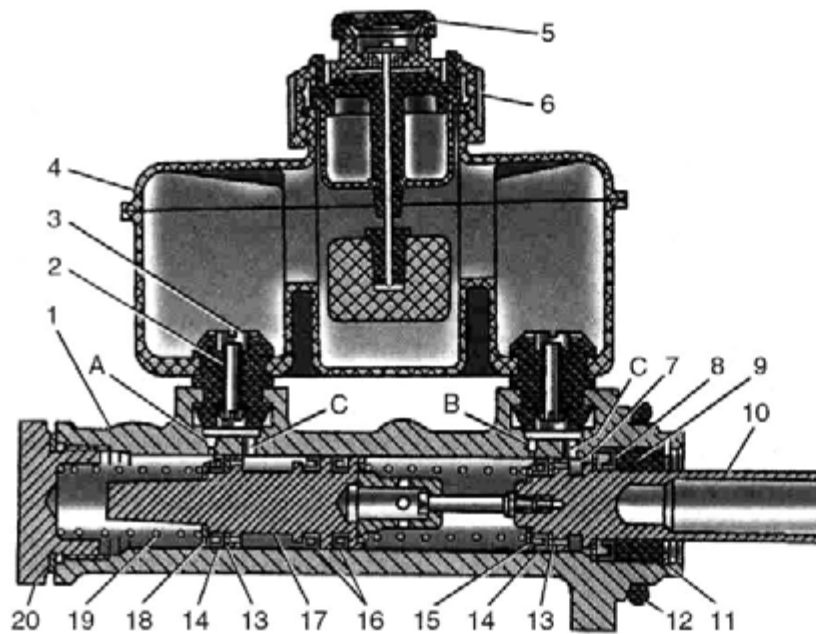

Рис. 7.7. Главный тормозной цилиндр:
Главный тормозной цилиндр с двумя последовательно расположенными поршнями 10 и 17 (рис. 7.7) и двухсекционным бачком 4 с датчиком 6 сигнализатора аварийного падения уровня тормозной жидкости крепится к крышке вакуумного усилителя.
- отверните датчик 6 (см. рис. 7.7) и залейте в бачок 4 тормозную жидкость до метки MAX;
Повреждения манжеты 14 (см. рис. 7.7)	Заменить поврежденную манжету
Засорение компенсационных отверстий главного тормозного цилиндра или перекрытие компенсационных отверстий кромками манжет 14 (см. рис. 7.7)	Снять бачок главного цилиндра и соединительные втулки 3 (см. рис. 7.7). Прочистить мягкой проволокой диаметром 0,6 мм компенсационные отверстия. Если при этом проволока упирается в манжету, то необходимо разобрать главный цилиндр и заменить разбухшие манжеты 14